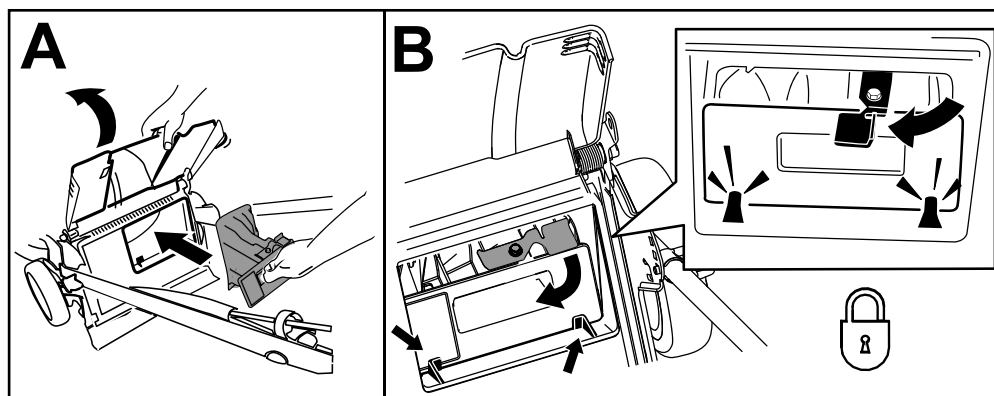

Figura 16
**Importante:** Verificate che il coperchio posteriore sia montato. Per bloccare il coperchio, sollevate il deflettore posteriore (A della Figura 16), spingete con decisione il coperchio finché non si inserisce con uno scatto dietro le linguette e ruotate la leva sul coperchio a sinistra (B della Figura 16).
**Nota:** Per sbloccare il coperchio posteriore, ruotate la leva sul coperchio verso destra (Figura 16).